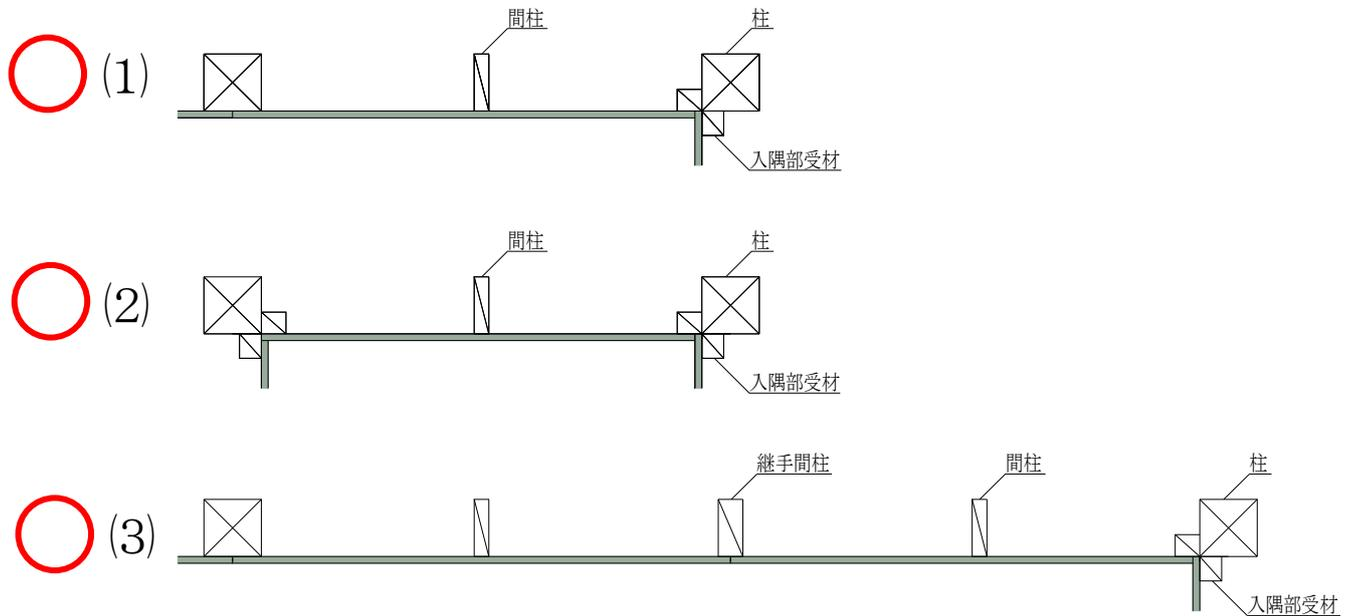

図8 入隅部の納まり図①
- ・1つの耐力壁について、(1)片側に入隅部がある場合、(2)両側に入隅部がある場合のいずれも耐力壁 (2.8倍) とできます (図8)。尚、入隅部面材の勝ち負けおよび 1P・2P は問いません (例:(3))。